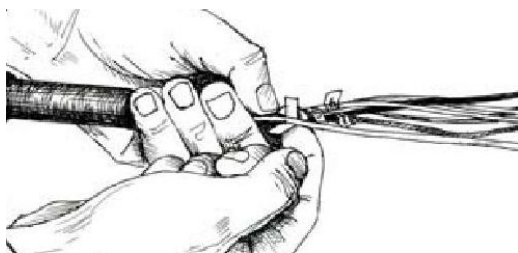

Рисунок 10
4.1.9 На расстоянии 10 мм от конца штуцера сделать круговой надрез и снять внутреннюю оболочку ОКСН, разобрать сердечник, очистить его от гидрофобного заполнителя. Отрезать ЦСЭ на длине 40 мм от конца штуцера. Произвести маркировку модулей, концы модулей собрать в пучок, закрепить лентой ПВХ (см. рисунок 10).